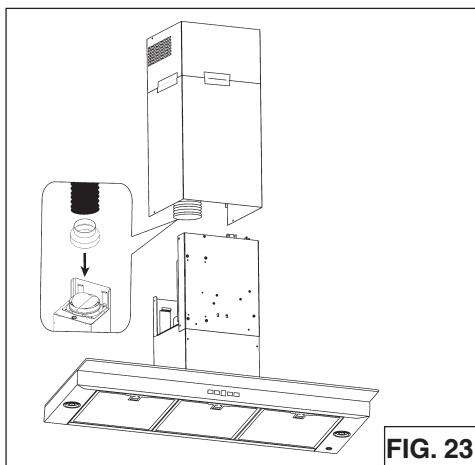

FIG. 23
8. Estire el conducto expansible, conéctelo~al adaptador de 6 a 8 pulg. (15.2 a 20.3 cm) y aplique cinta para conductos en las uniones. (Fig. 23).